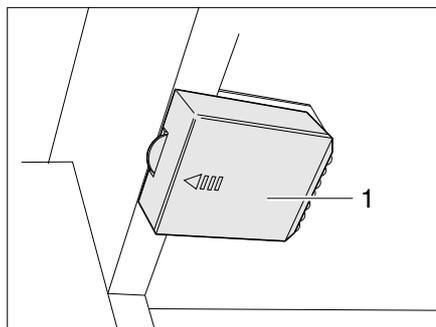

Bild 264 Kleiderschrankleuchte mit LED, Batteriefach geschlossen
- Deckel (Bild 264,1) in Pfeilrichtung aufschieben.